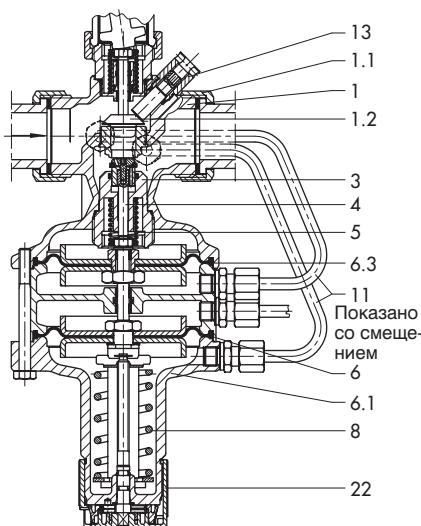

Рис. 4 · Тип 2491/5825, Ру 25
**Регулятор объёмного расхода и перепада давления или давления тип 2491/582.** (рис. 4)